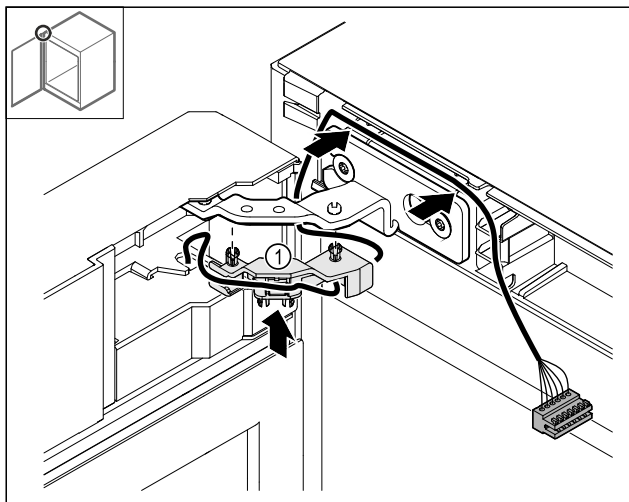

Fig. 49
- ▶ Apăsați suportul de cablu Fig. 49 (1) în balama.